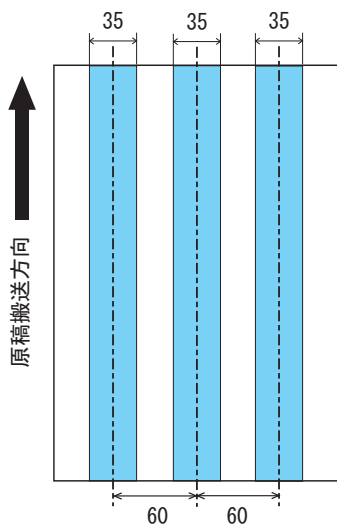

図1
- 原稿の中央、左側、右側の 35 mm (1.4 インチ) の領域には、穴あけをしてはいけません。(図 1 参照)
- 原稿の中央、左側、右側の 35 mm (1.4 インチ) の領域には、のりなどで他の原稿を貼り付けてはいけません。(図 1 参照)
- 図 1 の領域は、Software Operation Panel を使って変更することができます。詳しくは、「8.4 マルチフィード検出の設定」（185 ページ）を参照してください。